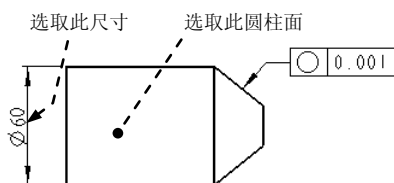

图 5.6.13 定义公差参照 (二)
Step3. 定义公差参照。在 **参照: 区域** 的 **类型** 下拉列表中选择 **曲面** 选项，选取图 5.6.13 所示曲面为公差参照。
(1) 在对话框中 **放置** 区域的 **类型** 下拉列表中选择 **尺寸** 选项。
(2) 在系统  **选择将要连接该公差的尺寸** 的提示下，选取图 5.6.13 所示的尺寸，系统自动生成圆柱度的标注。